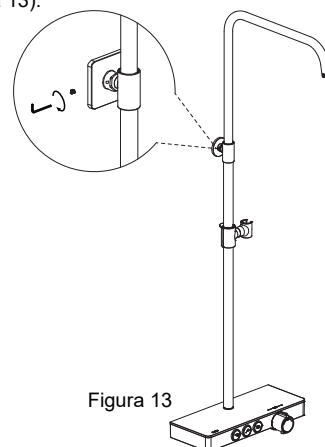

Figura 13
- Collegare il connettore del tubo al supporto a parete e utilizzare la chiave a brugola per fissarlo (Figura 13).